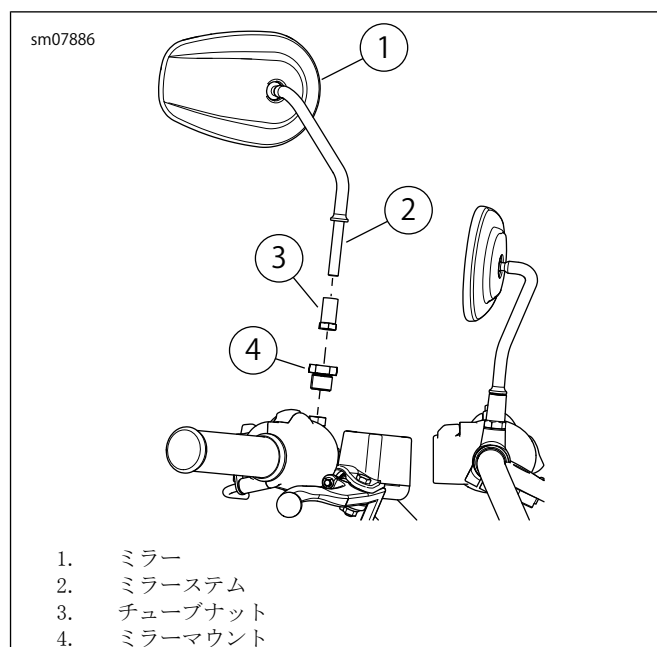

図2。ミラー
1. 図2を参照してください。ミラーを取り外します。
1. 図2を参照してください。ミラーを取り付けます。